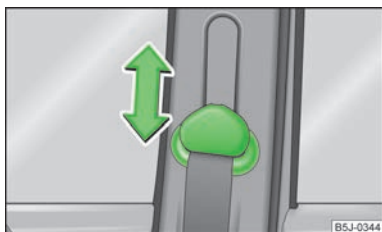

Abb. 98
- Den Umlenkbeschlag drücken und in die gewünschte Richtung nach oben oder unten schieben » Abb. 98.